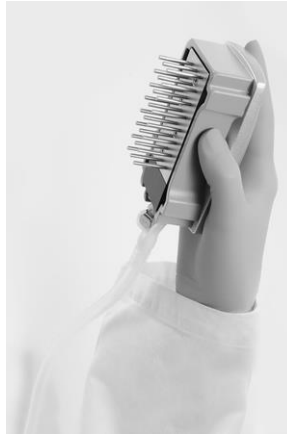

Abbildung 3. Saugkopf in der Senkrechten (über 90°).
9. Heben Sie den Vakuum-Saugkopf an und schwenken Sie ihn um mehr als 90° in die Senkrechte. Halten Sie ihn 5 Sekunden lang in dieser Position, um die Flüssigkeit aus den Filternadeln ablaufen zu lassen (siehe Abbildung 3).
14. Heben Sie den Vakuum-Saugkopf an und schwenken Sie ihn um mehr als 90° in die Senkrechte. Halten Sie ihn 5 Sekunden lang in dieser Position, um die Flüssigkeit aus den Filternadeln ablaufen zu lassen (siehe Abbildung 3).
15. Schließen Sie den Vakuumschalter am Saugkopf („Off“) und bringen Sie den Saugkopf in die Parkposition (P).